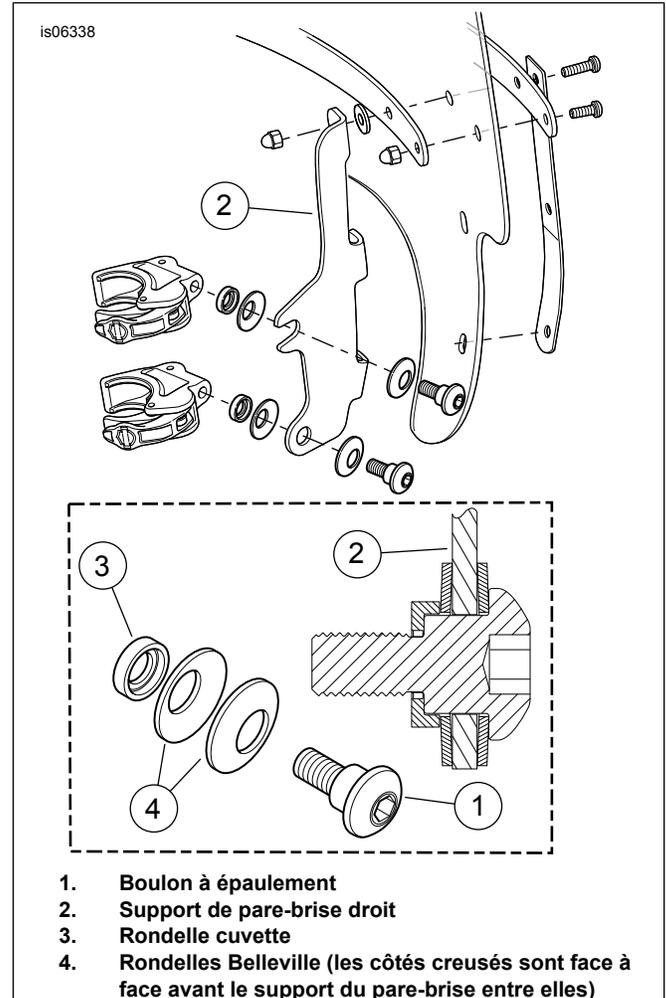

Figure 1. Brides de fixation de pare-brise (côté droit illustré)
3. Assembler lâchement les ensembles de bride sur les supports de montage du pare-brise dans l'ordre indiqué dans Figure 1 .